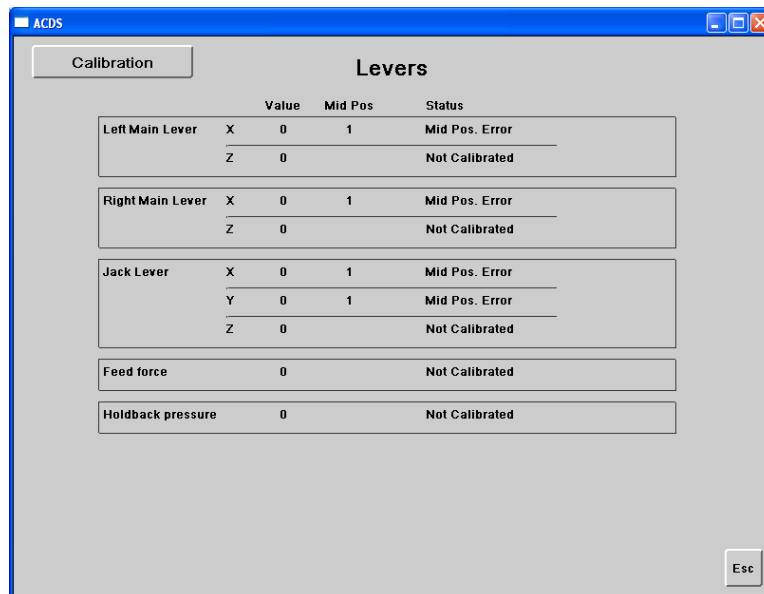

Figura 4.5: Pantalla de “Mid Pos”
- Nuevos Submenús GUI. “Mid Pos” es el nuevo switch de entrada para indicar cuando la palanca está en posición neutral o apagada. El “Mid Post” debe cambiar de 1 a 0 antes que el “valor” cambie a un número distinto de 0 (Figura 4.5).